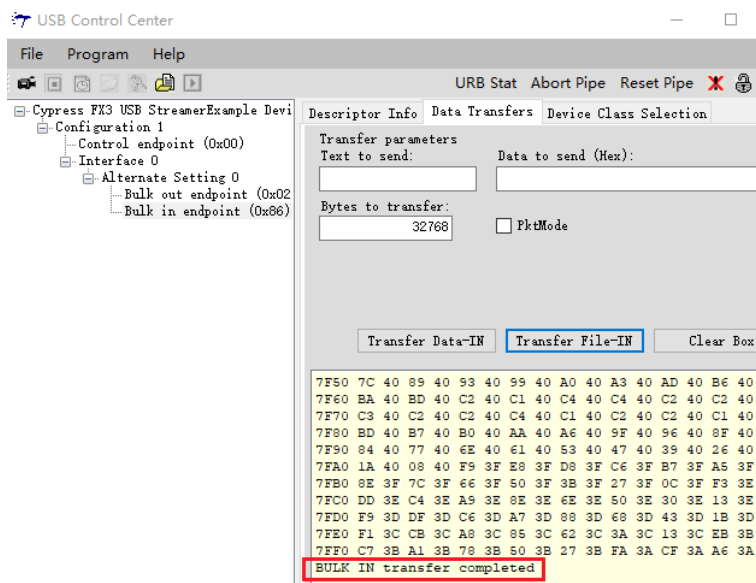

图 1-27 数据传输完成界面显示
9. Cypress 软件接收数据，并提示传输成功。如下图 1-27 所示。